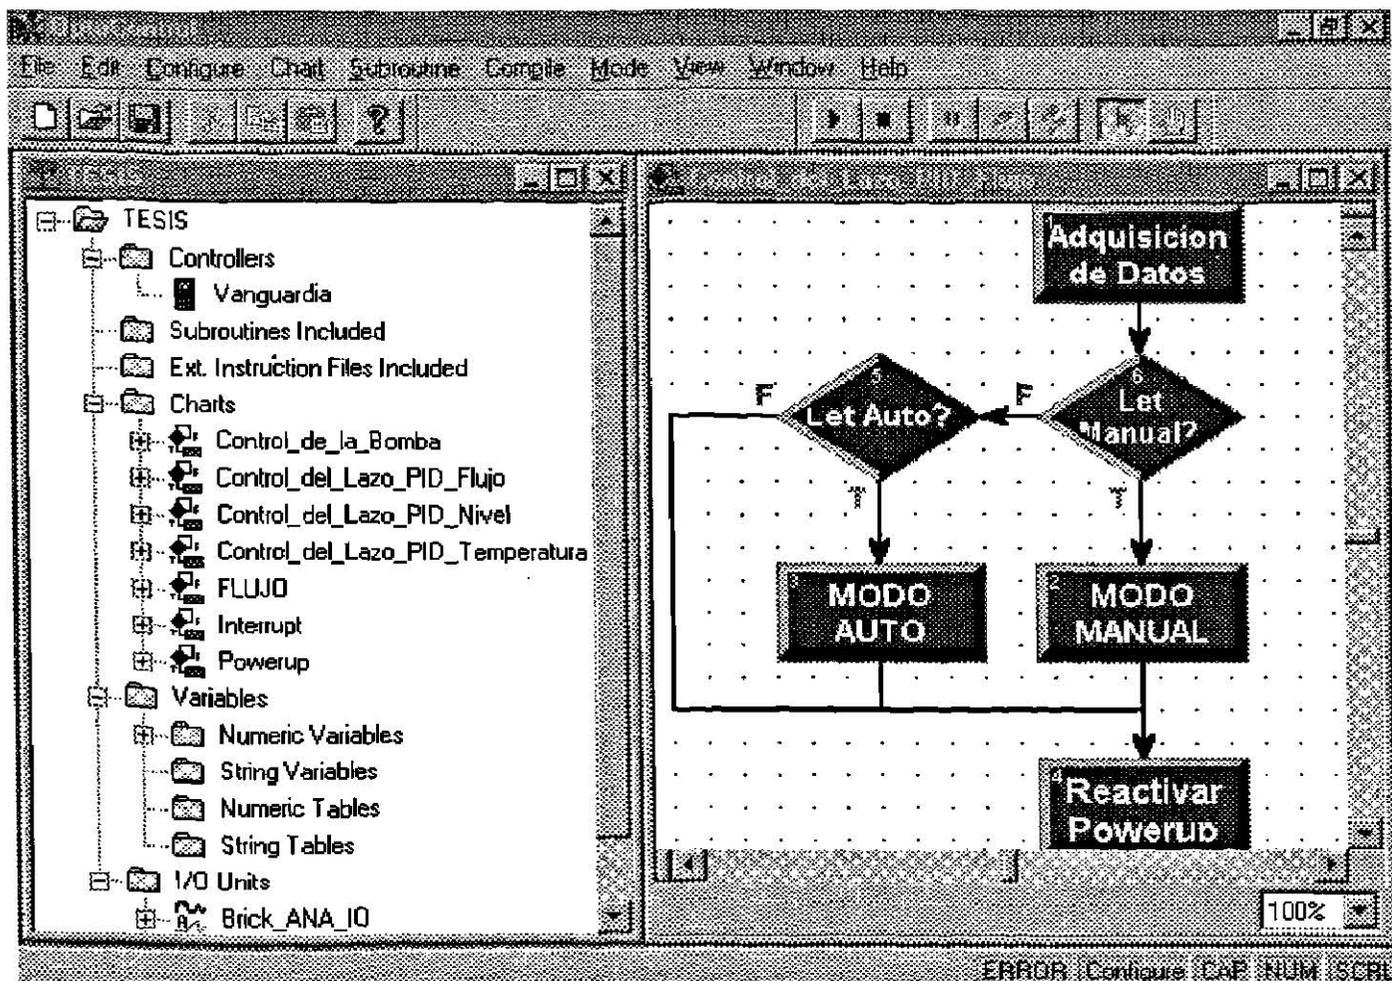

Fig. 5.8.1. Pantalla de Arranque de la Estrategia de Control.
- ◆ Arrancar el **OptoControl**, seleccionar de la barra del menú principal la instrucción **Mode** y en seguida **Debug** y aparecerá la pantalla presentada a continuación en la Fig. 5.8.1.